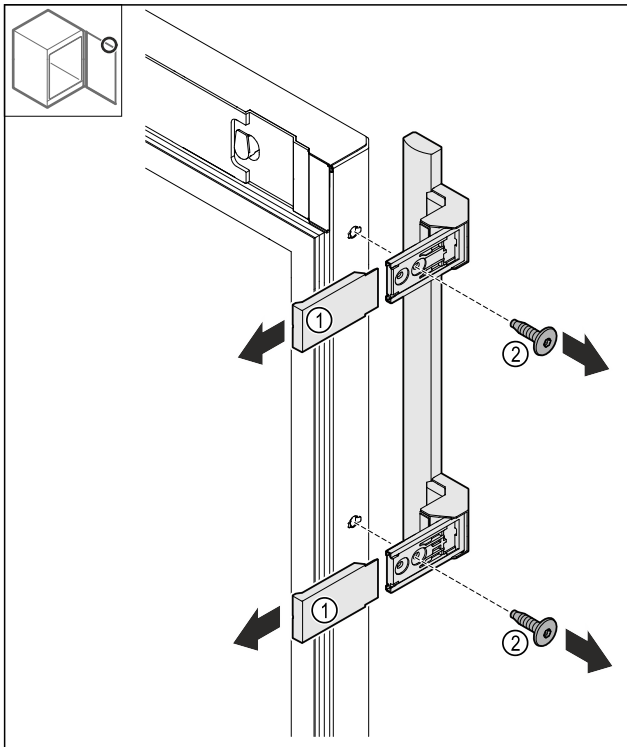

Fig. 20
- ▶ Снимите крышки Fig. 20 (1).
- ▶ Открутите винты Fig. 20 (2).